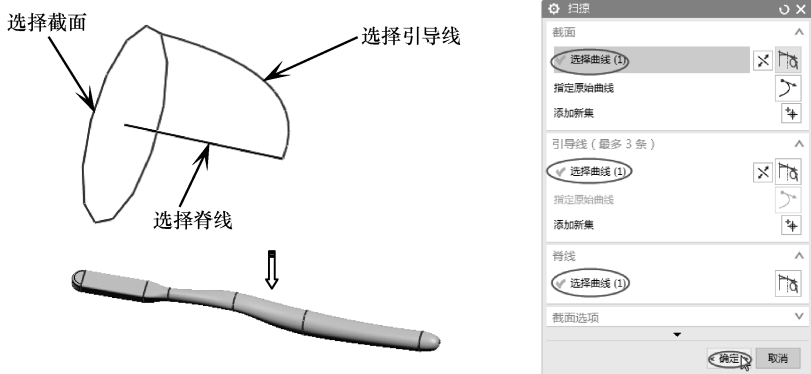

图 5-97 扫掠尾部
- 07 先选择截面曲线为椭圆, 单击引导线【选择曲线】按钮, 选择两条引导曲线, 每选择一条, 即按下中键。最后选择脊线为直线 (曲线可重复使用), 设置截面选项, 【插值】为【三次】, 【对齐】为【弧长】, 单击【确定】按钮, 如图 5-97 所示。